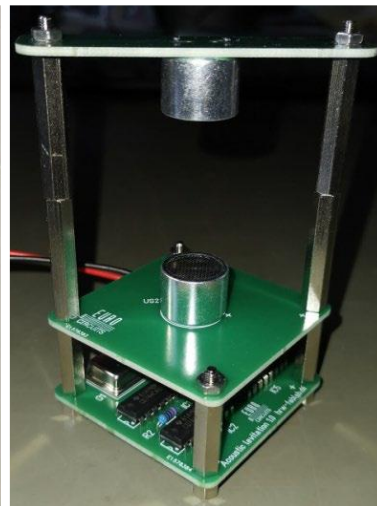

Abbildung 4: Ultraschalllautsprecher; der linke Pin mit dem großen schwarzen Ring ist der + Anschluss (links), fertiger Aufbau (rechts).
4. Ordnen Sie bei den Ultraschallkapseln den Anschluss mit dem großen schwarzen Ring der mit + gekennzeichneten Ecke (Seite) der Platinen zu (Abb. 4).